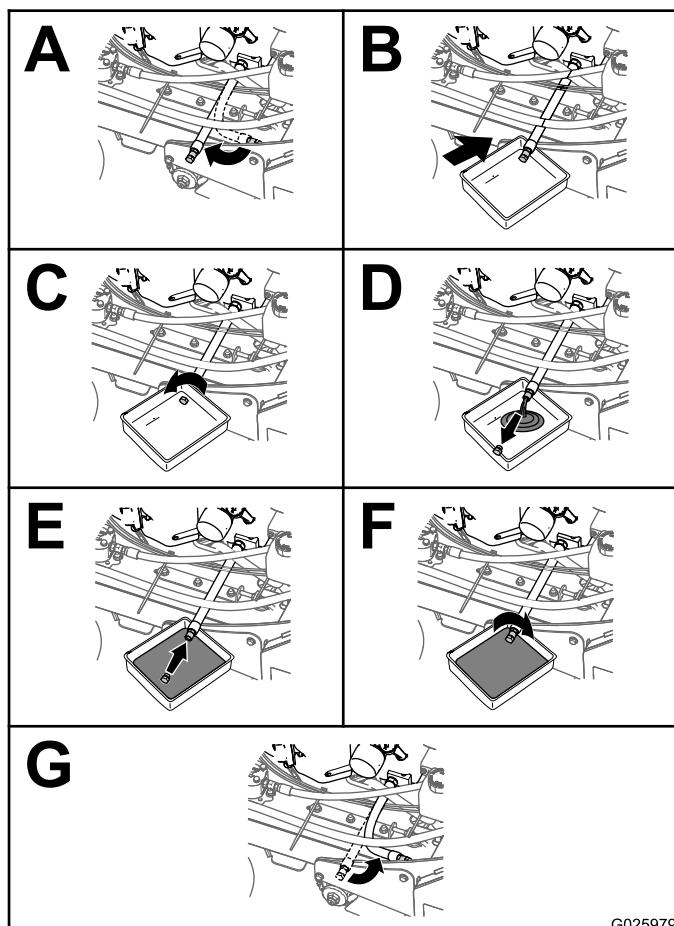

Figure 31
3. Vidangez l'huile moteur, comme montré à la Figure 31.